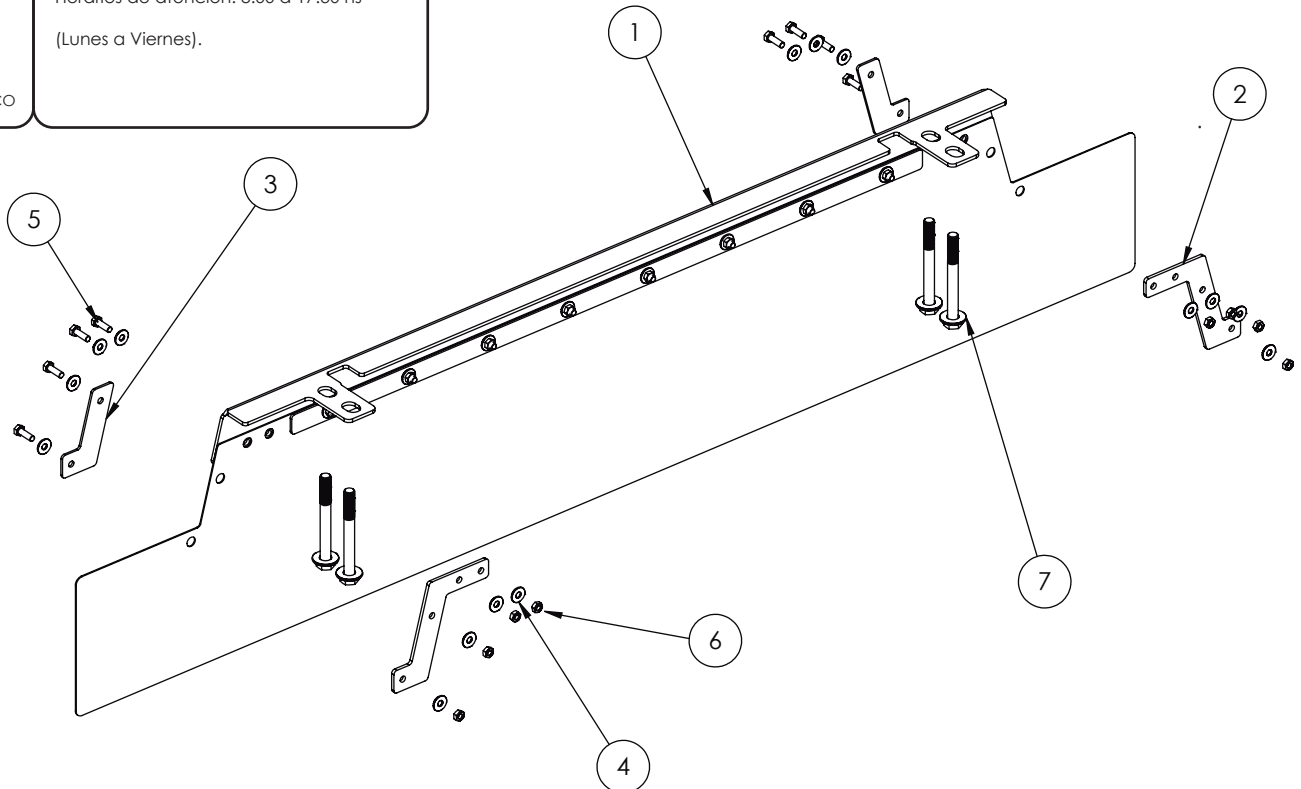

Imagen 1
1.- Retire el faldón de su envoltorio y coloque en sus extremos los flejes de ambos lados (**piezas 2 y 3**) con sus respectivos tornillos, arandelas y tuercas (**pieza 4, 5 y 6**), ajustando según la tabla de "valores de apriete". (**Ver imagen 1**)